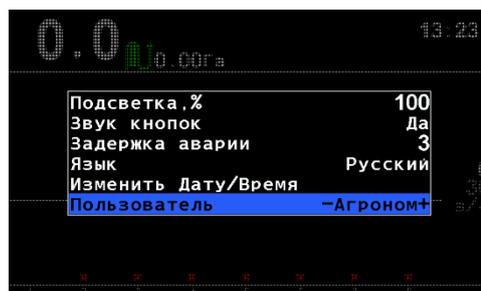

РИСУНОК 52
5. Кнопками  «Вверх» и  «Вниз» выбрать пункт меню «Пользователь» (см. «Рисунок 52»). Кнопками  «Плюс» и  «Минус» выбрать «Агроном» и нажать кнопку  «Меню». В появившемся окне ввести ПИН-код. В случае ввода правильного кода произойдет смена уровня доступа, о чем будет свидетельствовать сообщение на экране, и после этого будет показан главный экран.